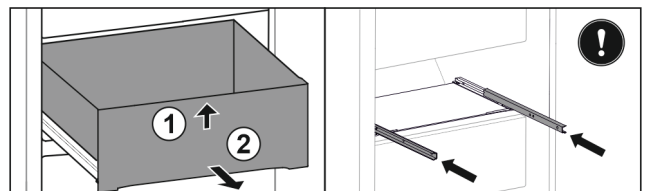

Fig. 36 *
- Soulever la partie avant du tiroir Fig. 36 (1)*
- Sortir le tiroir par l'avant Fig. 36 (2)*